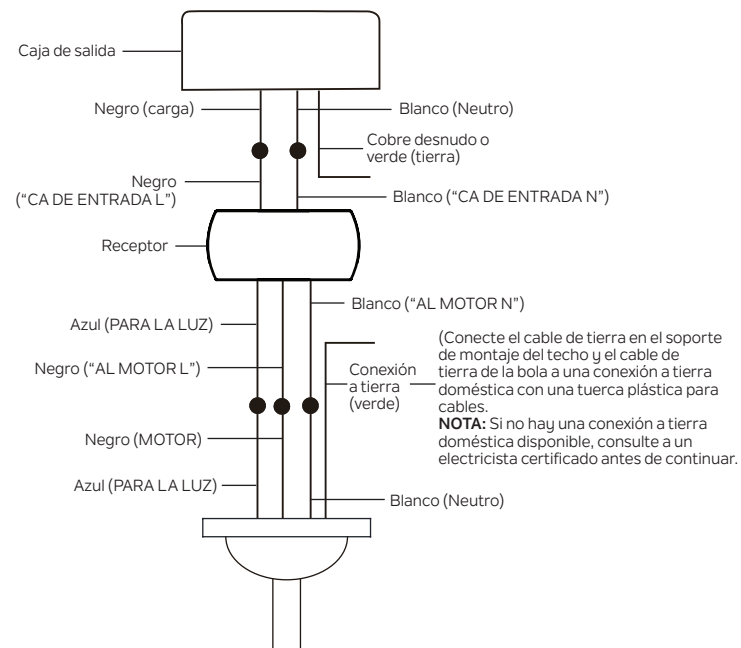

Figura 2
Paso 2. Conexiones eléctricas del motor del ventilador al receptor: (Figura 2)
Paso 3. Conexiones eléctricas del receptor a los cables de alimentación: (Figura 2)